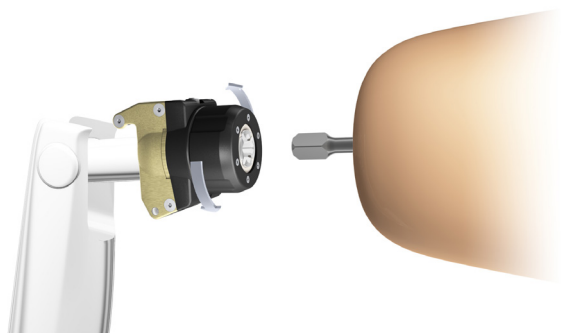

Figure 2. Tournez la poignée dans le sens inverse des aiguilles d'une montre jusqu'à ce qu'elle s'arrête.
2. Ouvrez les mâchoires en tournant manuellement la poignée dans le sens inverse des aiguilles d'une montre jusqu'à ce qu'elle s'arrête et que l'ancrage l'Abutment puisse s'insérer dans l'Axor™ II (voir figure 2).